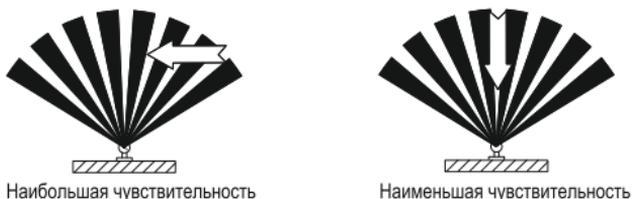

Рисунок 4 – Чувствительность датчиков движения
– наибольшую чувствительность датчик движения имеет, когда движущийся объект перемещается перпендикулярно лучам зоны обнаружения (рисунок 4);